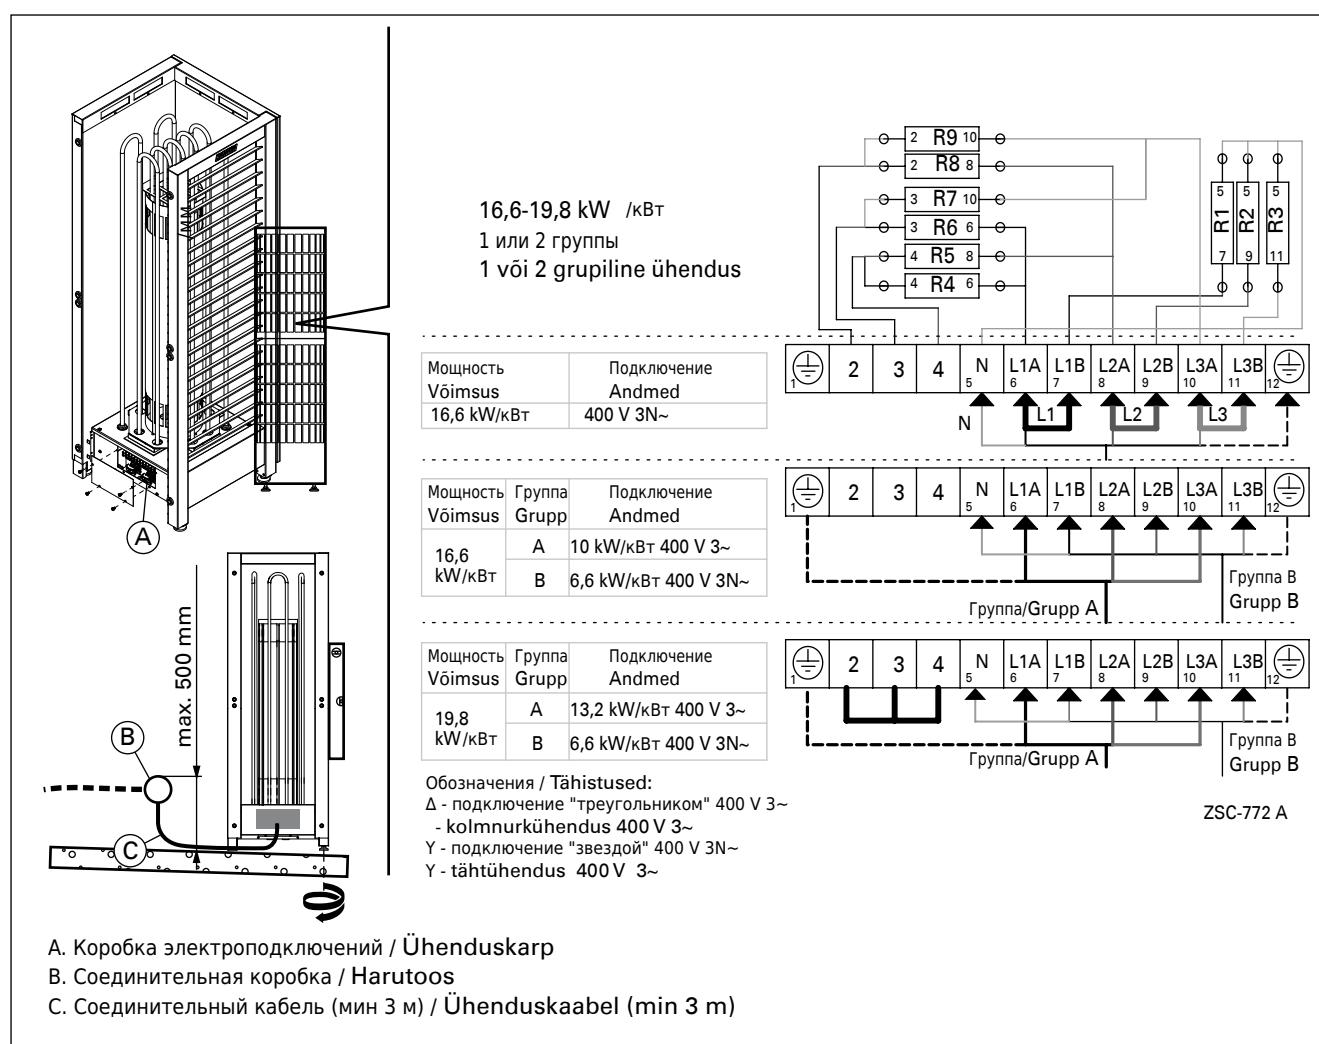

Рисунок 6. Электромонтаж
- Каменка гибким проводом подсоединяется к соединительной коробке (рис. 6) на стене сауны. Соединительная коробка должна быть брызгозащищенной и находиться на расстоянии не более 500 мм от пола.
- В качестве кабеля (рис. 6) следует использовать резиновый кабель типа HO7RN-F или подобный.
См. рис. 6.